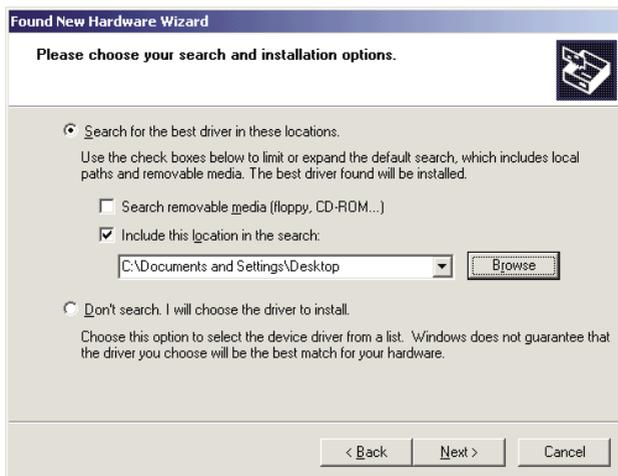

Рис. 5. Окно выбора расположения файла
11. Выберите позицию Install from a list or specific location (Advanced) (установить из списка или заданного места (см. рис. 5)).